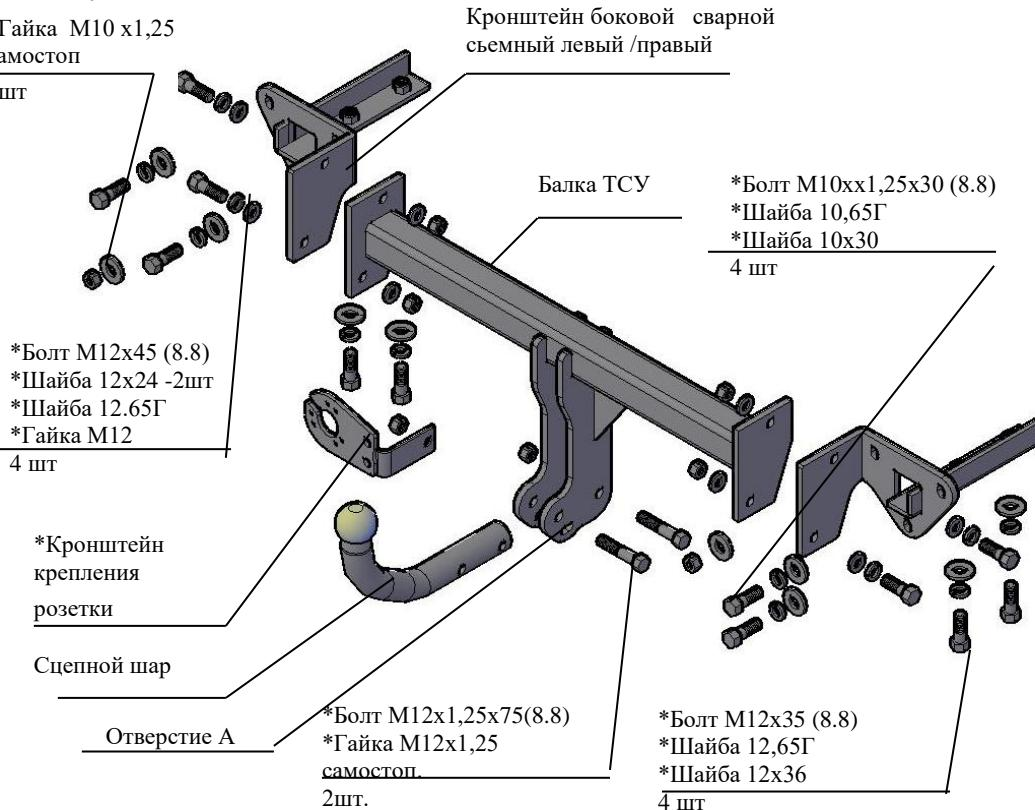

Рис.1 Тягово-цепное устройство 8510 .
2.1 ТСУ 8510. в сборе (рис.1)	1 шт.
2.2 Пакет с комплектующими (см. рис.1)	1 шт.
4.2 Установить боковые сварные съемные кронштейны в лонжероны а/м (правый и левый соответственно рис.1), закрепить болтами M12x35, подложив под головки болтов шайбы 12.65Г и шайбы 12x36, к фартуку а/м закрепить болтами M10x1,25x30 (используя штатные приварные гайки), подложив под головки болтов шайбы 10.65Г и шайбы 10x30, к штатным болтам крепить гайками M10x1,25 самостоп, подложив шайбы 10x21. Крепеж не затягивать.